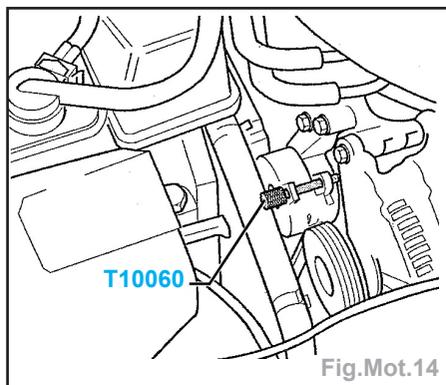

Fig.Mot.14
- Bloquer le tendeur à l'aide de l'outil **VAG T10060** (Fig.Mot.14).
- (1) Poulie amortisseur de vibrations
- (2) Carters de protection avant
- (3) Support moteur
- (4) Courroie de distribution
- (5) Roue dentée d'arbre à cames
- (6) Galet tendeur
- (7) Galet inverseur
- (8) Roue dentée de pompe d'injection
- (9) Carter de protection arrière